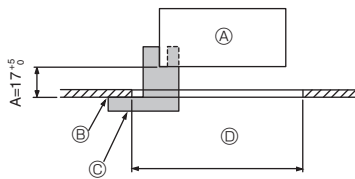

Fig. 9-2
①	Grille	1	950 × 950 (mm)
②	Schéma d'installation	1	(divisé en 4 parties)
③	Vis (4 × 16)	1	pour PLP-6EAE, PLP-6EALME, PLP-6EALME
④	Panneau en coin i-see sensor	1	pour PLP-6EAE, PLP-6EALME, PLP-6EALME
⑤	Télécommande sans fil	1	pour PLP-6EALM, PLP-6EALME
⑥	Support de la télécommande	1	Fournie s'il s'agit d'un modèle avec télécommande sans fil.
⑦	Piles LR6 AA	2	Fournie s'il s'agit d'un modèle avec télécommande sans fil.
⑧	Vis autotaraudeuses 3,5 × 16	2	Fournie s'il s'agit d'un modèle avec télécommande sans fil.
9.2. Préparation avant d'attacher la grille (Fig. 9-2)
- À l'aide de la jauge ② fournie avec ce kit, ajustez et vérifiez la position de l'appareil principal par rapport au plafond. Si l'appareil principal n'est pas correctement positionné par rapport au plafond, des fuites d'air peuvent se produire et provoquer un phénomène de condensation.